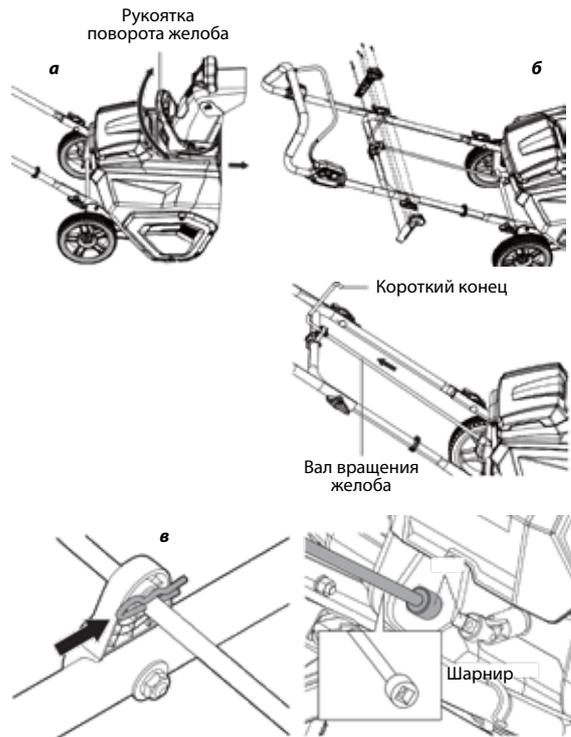

Рис. 6
1. Проверьте, вращается ли желоб, при помощи установленной на нем ручки (Рис. 6).